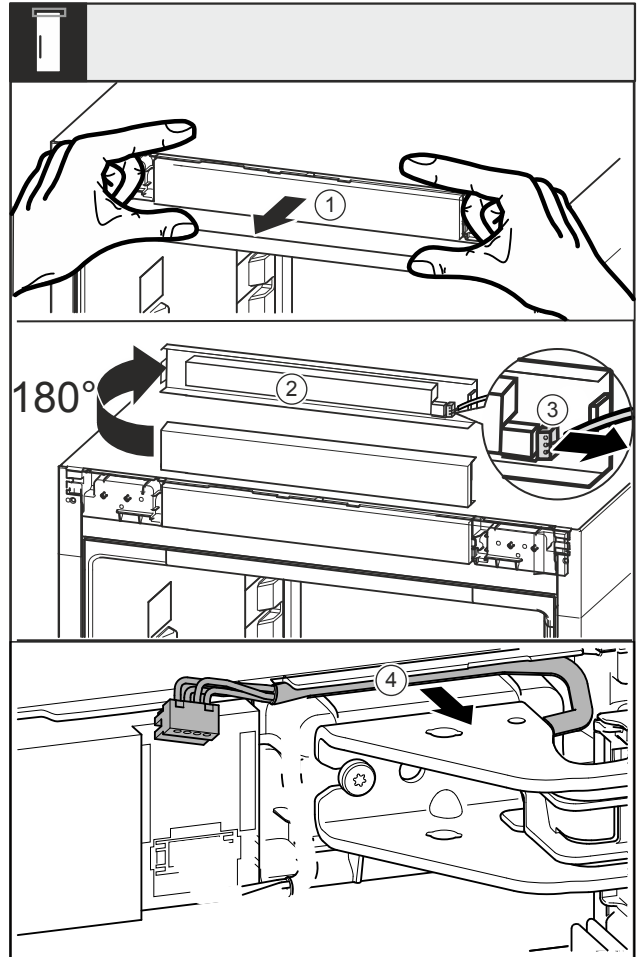

Fig. 15
- Retirer le cache Fig. 15 (1) vers l'avant.
- Tourner le cache Fig. 15 (2) de 180° vers le haut.
- Pousser l'ergot du connecteur Fig. 15 (3) vers l'arrière et retirer avec précaution le connecteur.
- Retirer le câble Fig. 15 (4) du guide par le support de palier.